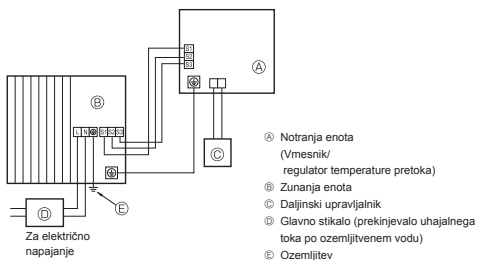
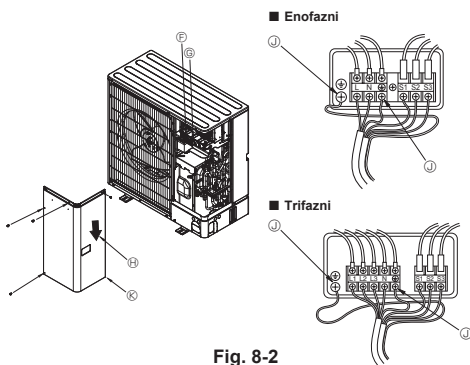

Fig. 8-1
Fig. 8-2
8.1. Zunanja enota (Fig. 8-1, Fig. 8-2)
- ① Odstranite servisno ploščo.
- ② Povežite kable, kot je prikazano na slikah Fig. 8-1 in Fig. 8-2.